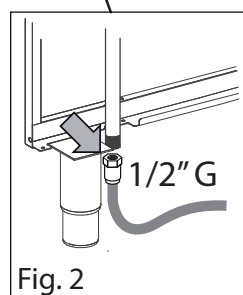

Fig. 2
- Collegare un'estremità del tubo d'alimentazione all'attacco dell'apparecchiatura (Fig. 2);